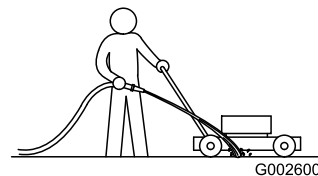

Figure 23
3. Mettez le moteur en marche et engagez la lame, puis dirigez un jet d'eau devant la roue arrière droite (Figure 23).